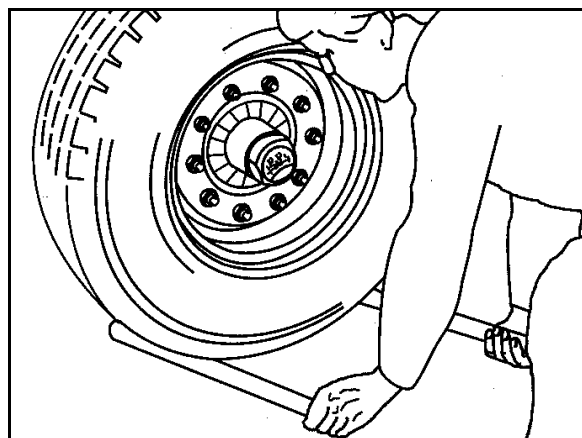

Рис. 88
1. Для проверки зазора в подшипниках ступиц колёс приподнимите ось так, чтобы колёса свободно вращались (Рис. 88).